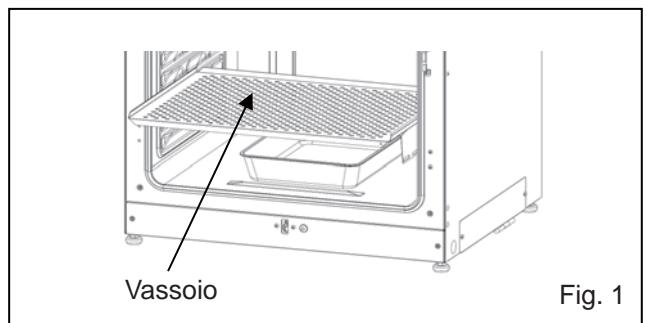

Fig. 1
2. Pulire gli accessori interni, le pareti interne della camera e le guarnizioni dello sportello interno usando una spugna o un panno inumiditi con un detergente neutro, diluito al 5 % o meno (Fig. 1). (Un detergente non diluito può danneggiare i componenti in plastica. Per la diluizione fare riferimento alle istruzioni sul detergente).
2. Aprire gli sportelli esterni ed interni ed estrarre tutti i vassoi (Fig. 1).